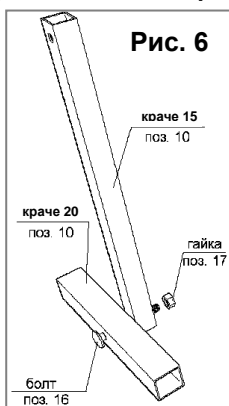

Рис. 6
5.3.1. Съберете Т-образните крачета за закрепване върху почвата, както е показано на (рис.6).